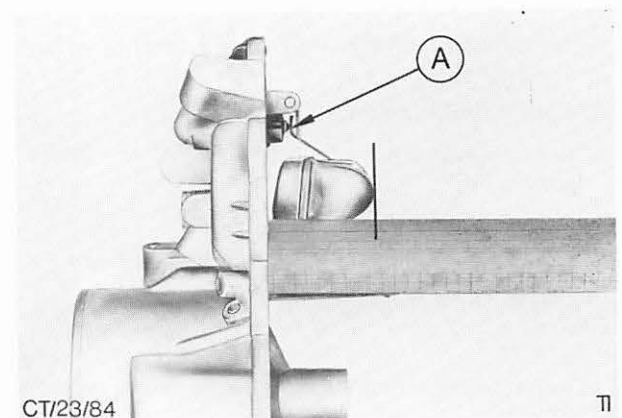

Abb. 47 Schwimmereinstellung
13. Schwimmereinstellung prüfen und ggf. berichtigen. Vergaserdeckel senkrecht halten, damit das Schwimmernadelventil geschlossen ist. Abstand von Vergaserdeckelflansch bis Schwimmerboden messen. Abb. 47.
Abstand durch Verbiegen der Anschlagzunge A in Abb. 47 korrigieren.